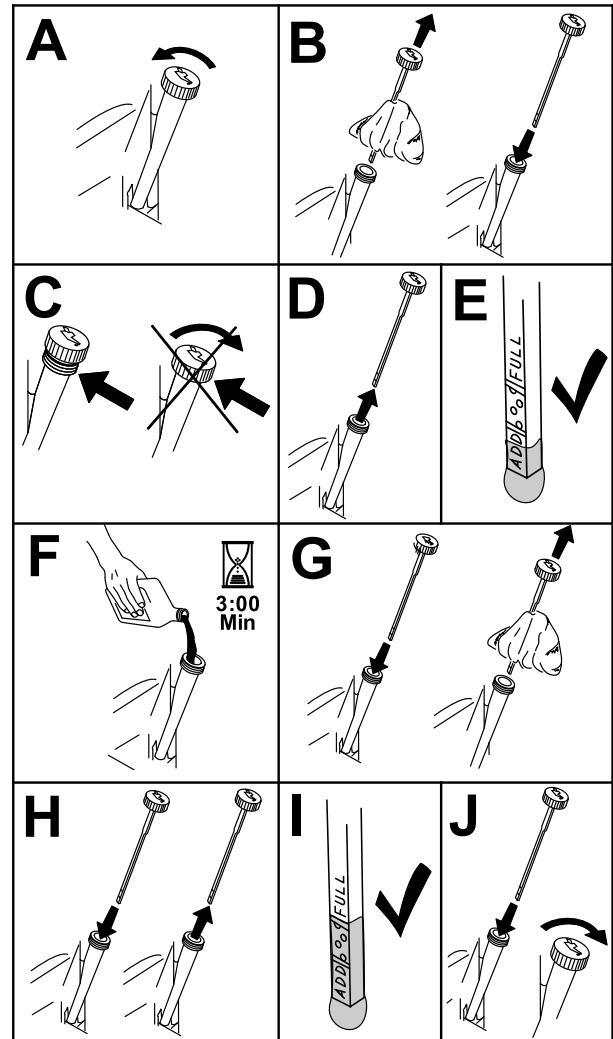

Figura 32
3. Para que no entre suciedad, recortes de hierba, etc., en el motor, limpíe la zona alrededor del tapón de llenado/varilla de aceite antes de retirarlo (Figura 32).